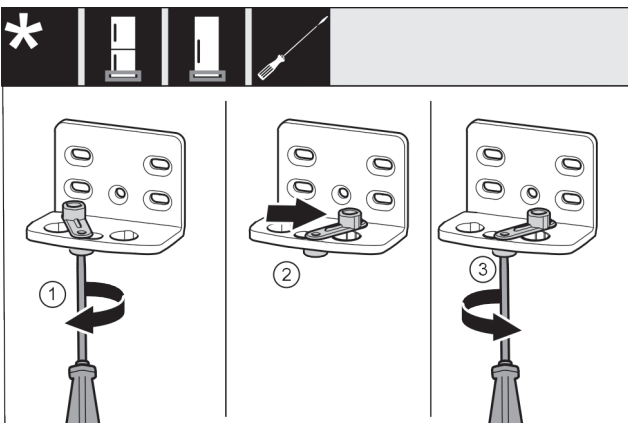

Fig. 14
- ▶ 将螺钉 Fig. 14 (1)用螺丝刀拧松。
- ▶ 将关门辅助装置 Fig. 14 (2)提起并向右 90° 转入钻孔。
- ▶ 将螺钉 Fig. 14 (3)用螺丝刀拧紧。